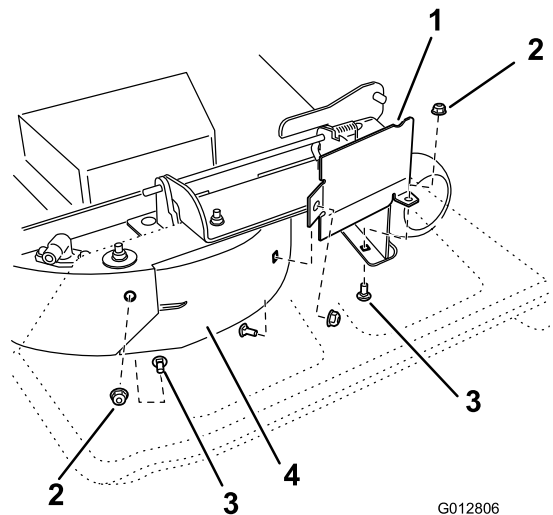

Figura 3
9. Individuate la protezione del deflettore tra le parti sciolte. Usate due bulloni a testa tonda (5/16 x 3/4 pollice) e due dadi di bloccaggio (5/16 pollice) per fissare la protezione del deflettore al deflettore destro e al piatto di taglio, come illustrato di seguito in Figura 3. Serrate a mano i dispositivi di fissaggio.